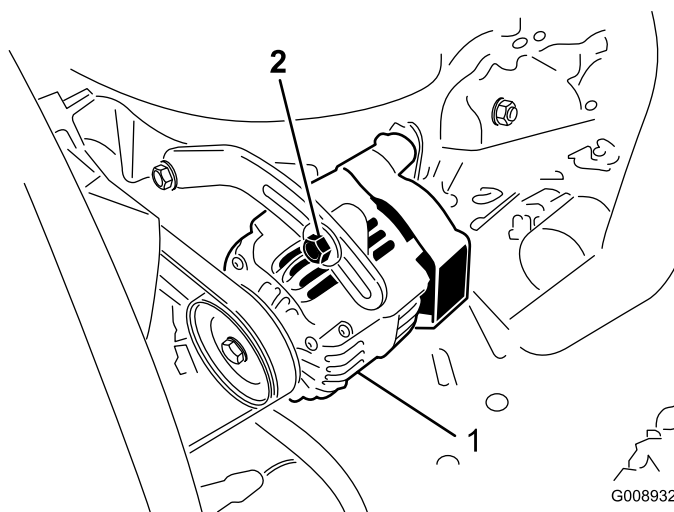

Figura 53
Verifique o estado e a tensão das correias (Figura 53) após cada 100 horas de funcionamento.
2. Se o desvio obtido não for igual a 10 mm, deverá libertar as cavilhas de montagem do alternador (Figura 53). Aumente ou diminua a tensão da correia do alternador e aperte os parafusos. Verifique uma vez mais a deslocação da correia para se certificar de que a tensão está correcta.